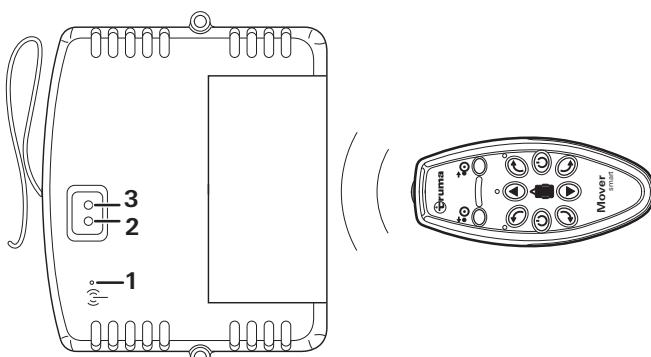

Bild 12
- Resetztaste (Bild 12 - **1**) auf der Steuerung mit einem dünnen Gegenstand betätigen. Hierzu kann die Antenne der Steuerung verwendet werden.
Die grüne (Bild 12 - **2**) und rote LED (Bild 12 - **3**) auf der Steuerung blinken jetzt abwechselnd.